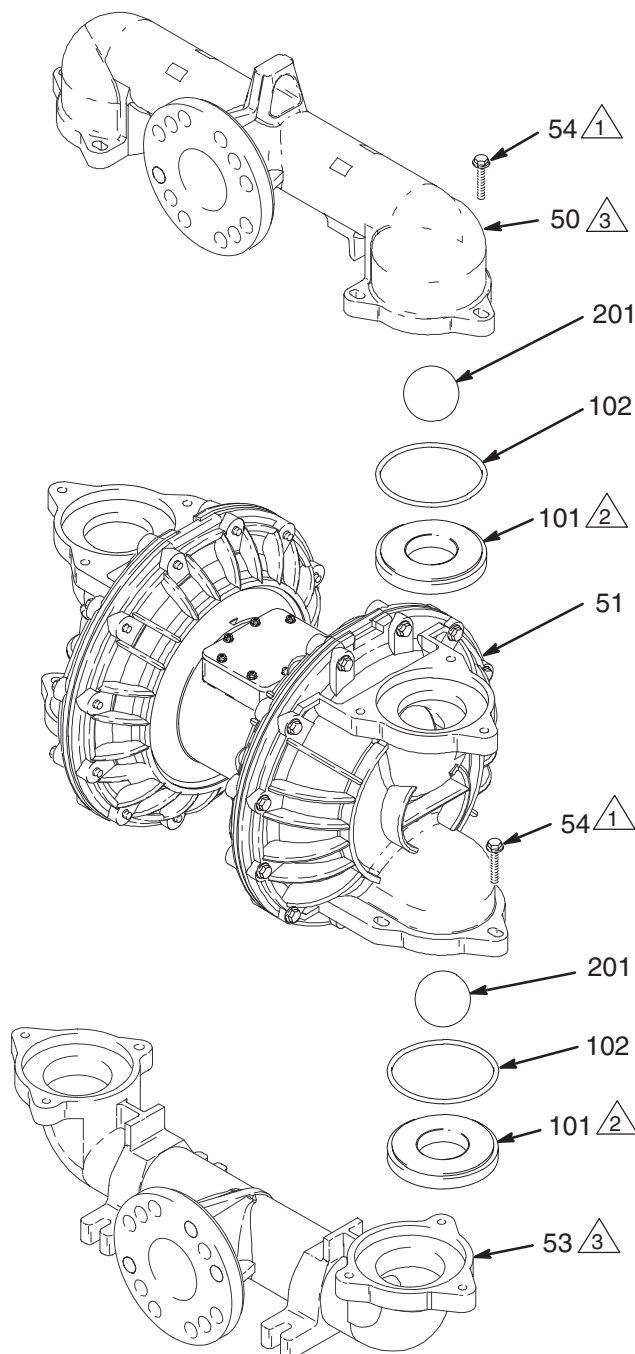

Fig. 7
Démontage (Voir Fig. 7)
Remontage (Voir Fig. 7)
2. Effectuer le remontage dans l'ordre inverse en suivant toutes les annotations de la Fig. 7. Veiller à ce que toutes les pièces soient remontées **exactement** comme illustré.